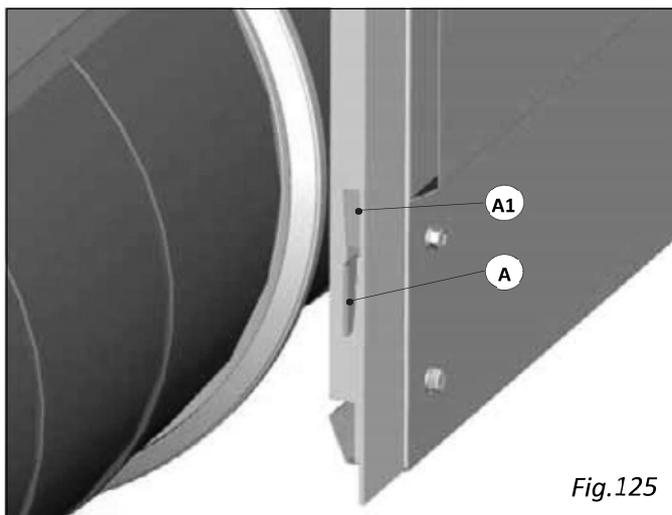

Fig.125
Dans la fig. 125 est représenté le détail d'union d'**ergot-boutonnière** entre deux modules radiants. Pour un meilleur visuel la paroi latérale dans la première unité a été enlevée. Dans la fi g. 126 est représentée l'union de deux modules radiants au moyen de la fixation entre les deux cadres avec la vis (D) et l'écrou (E). Pour un meilleur visuel l'isolement supérieur dans les deux unités a été enlevé.